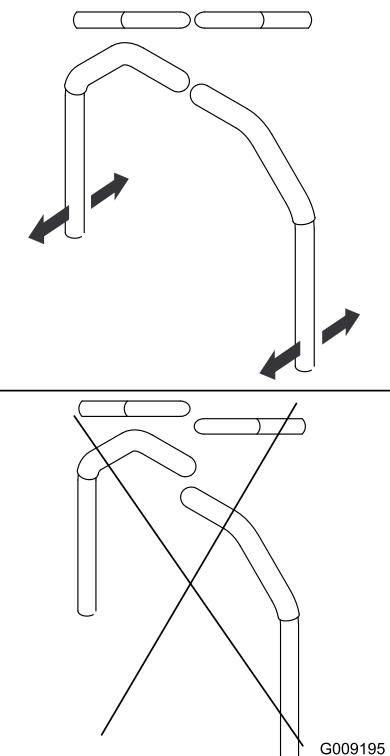

Figure 52
9. Réglez l'alignement avant/arrière des leviers en les plaçant tous deux à la position POINT MORT, puis faites-les coulisser jusqu'à ce qu'ils soient alignés, et serrez les boulons (Figure 52).